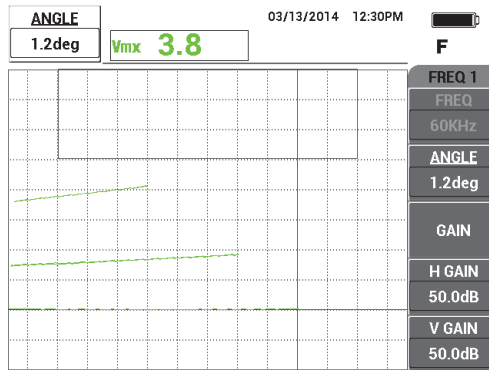

図 5-79 低いほうの信号を水平に調整する
9. 位相キー（ \angle ）を押し、低いほうの信号（45% の導電率）を水平になるように調整します（187 ページの図 5-79 を参照）。